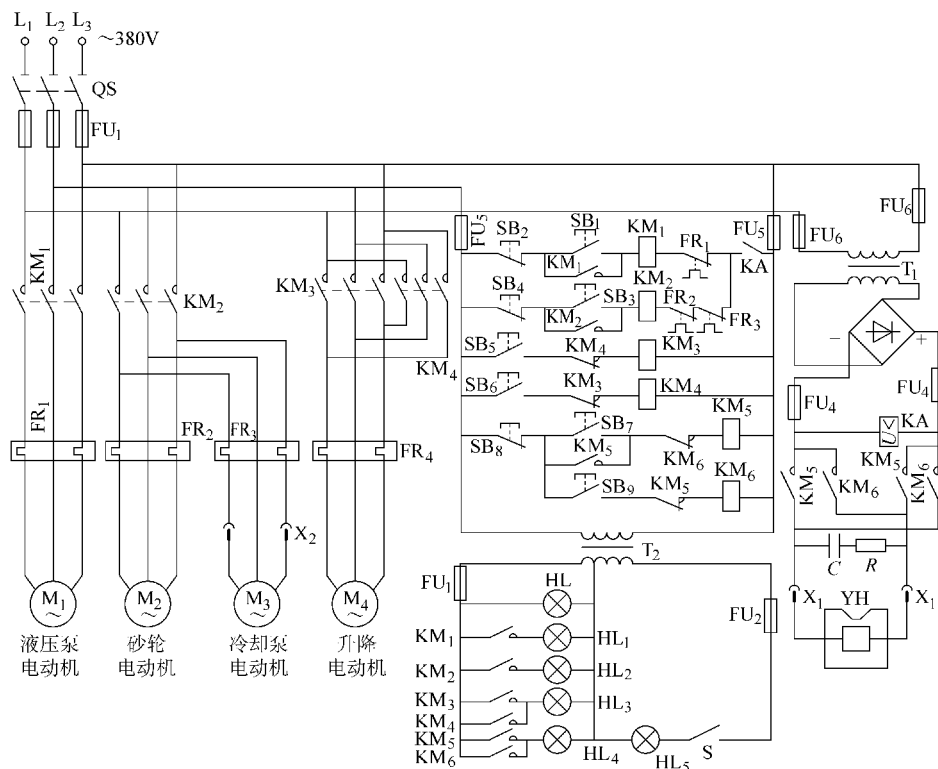

图 4-6 M7120 型平面磨床的控制电路
① 控制电路组成。控制电路如图 4-6 所示，主要有主电路、控制电路、照明电路指示电路以及电磁工作电路。